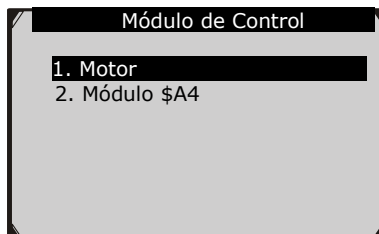

Figura 6.2
- Si el escáner detecta más de un módulo, le solicitará seleccionar uno antes de la prueba. (Figura 6.2)